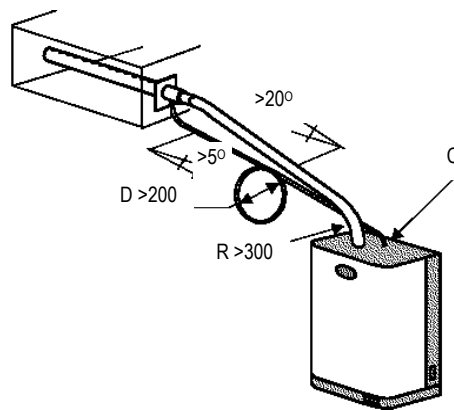

Рис. 4.6.3
2. Для короткой прокладки (менее 2 м) сгиб радиусом не менее 300 мм, далее подъем вверх под углом не менее 20° (см. Рис. 4.6.3).
Если позволяет расстояние до распределителя, трубку можно подсоединить к патрубку С (входит в комплект поставки), который привинчивается сверху увлажнителя для слива конденсата обратно в паровой цилиндр (см. Рис.4.6.3).